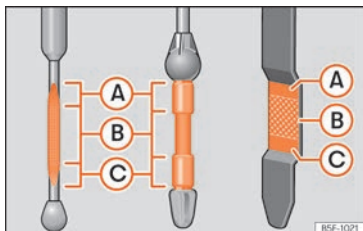

Fig. 304 Varilla de medición del nivel de aceite.
– A continuación, vuelva a extraerla y compruebe el nivel de aceite »» **fig. 304**. En caso necesario, reponga aceite del motor.
Si el nivel de aceite se encuentra por encima de la zona » fig. 304 A, no arranque el motor. Puede causar daños en el motor y en el catalizador. Informe a un taller especializado.
El nivel de aceite no deberá estar en ningún caso por encima de la zona » fig. 304 A. De no ser así, podría aspirarse aceite por el respiradero del cárter del cigüeñal y llegar a la atmósfera a través del sistema de escape.